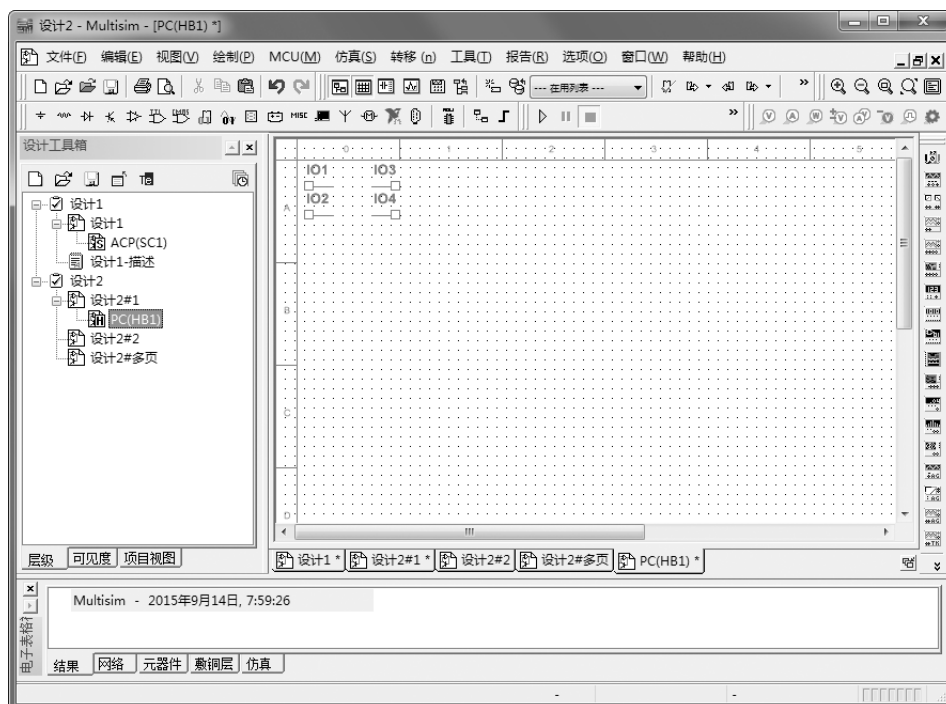

图 5-37 打开支电路
- ：单击该按钮，在工作区打开该层次块所对应的支电路，如图 5-37 所示。